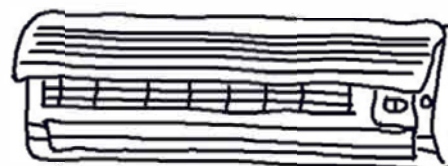

Рис. 4
1. Откройте переднюю панель. Рис.4